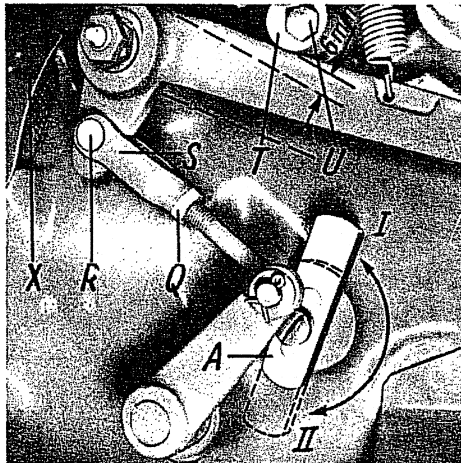

Abb. 57
- a) Pedalspiel (6 mm) stimmt nicht mehr (siehe Abb. 57). Eine Verringerung des Pedalspieles ist die Folge des natürlichen Verschleißes.